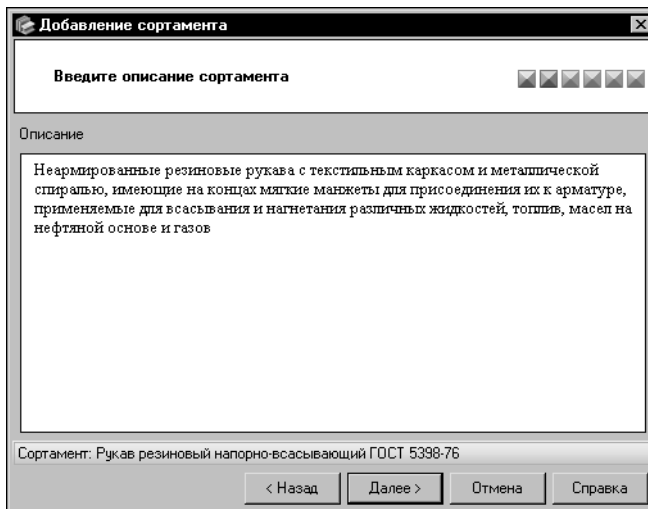

Рис. 6.37. Мастер добавления сортамента: шаг 2
4. В окне второго шага мастера (рис. 6.37) в поле **Описание** введите текст: *Неармированные резиновые рукава с текстильным каркасом и металлической спиралью, имеющие на концах мягкие манжеты для присоединения их к арматуре, применяемые для всасывания и нагнетания различных жидкостей, топлив, масел на нефтяной основе и газов.*